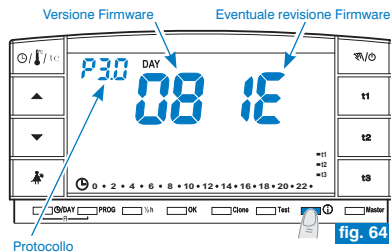

fig. 64
- Premere una volta il tasto ⓘ: sul display apparirà la versione di protocollo radio, la versione del firmware installato e l'eventuale revisione (esempio in fig. 64).